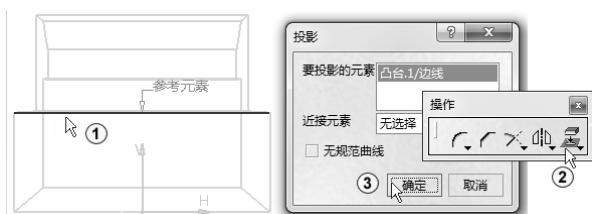

图 3-9 投影 3D 元素
2) 选择如图 3-9 中①所示直线, 单击“投影 3D 元素”按钮, 系统弹出“投影”对话框, 单击“确定”按钮, 如图 3-9 中②③所示, 得到一条水平直线(当然该线也可以用“直线”命令绘制, 这里仅是为了更多地介绍命令而已)。